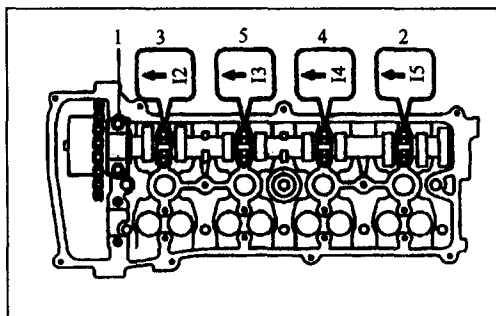

图 1-14
(9)按图1-14所示次序,分几次松开凸轮轴的轴承盖螺栓,拆下轴承盖。